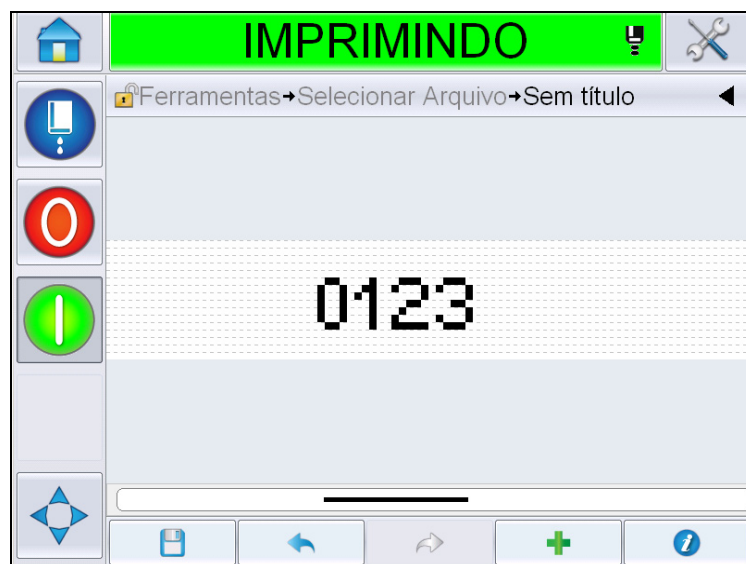

Figura 5-34: Campo Contador na Página Mensagem
- 14 Selecione e defina os parâmetros conforme o requisito e toque em OK. A mensagem com o formato selecionado é exibida na página *Mensagem* (Figura 5-34). Prossiga para a Etapa 18 na Página 5-42 para salvar a mensagem ou vá para a próxima etapa para adicionar outro campo.